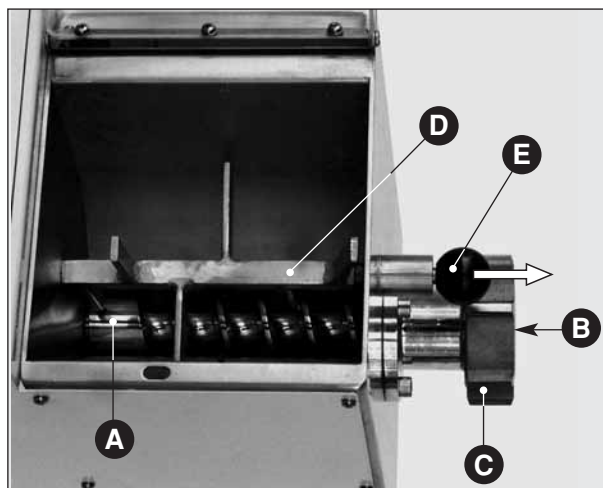

Fig. 1
Fig. 1 bis
- positionner le sélecteur sur "0" (Fig. 2 C), s'assurer que la vis de sélection est correctement montée (Fig. 1 A), la partie cylindrique devant être appuyée contre l'arbre d'entraînement;
- s'assurer également que le bouchon en plastique (Fig. 1 B) qui remplace la filière est bien positionné, et que la douille (Fig. 1 C) est bien vissée;
- enfin bloquer de manière sûre le malaxeur (**Fig. 1 D**) dans son logement au moyen du pommeau qui se trouve sur le devant de la machine (**Fig. 1 E**) ou visser le support mobile sur le modèle TR 75/E (**Fig. 1 bis** voir page 35).